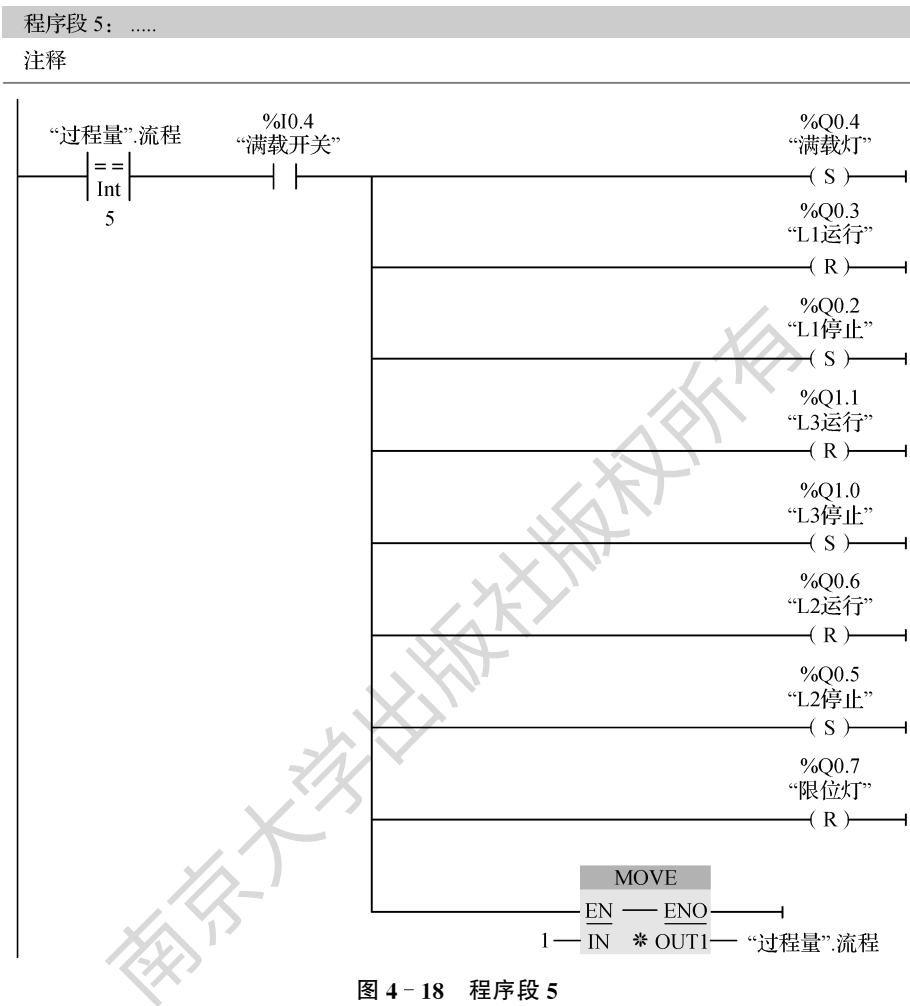

图 4-18 程序段 5
(4) 料车满载后满载灯亮,料斗停止、L1、L2、L3 停止,限位灯灭,如图 4-18 程序段 5 所示。